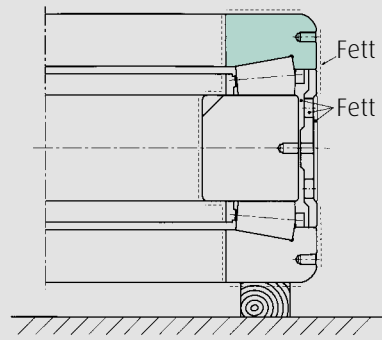

Abb. 3.43
5. Mit einer Fühlerblattlehre den Abstand (Δ_{sp}) zwischen Stirnfläche des Einbaustücks und Deckelflansch an mehreren Stellen über den Umfang messen und den Durchschnittswert bestimmen (Abb. 3.43).